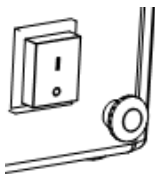
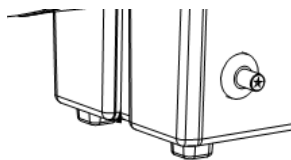

Fig.3
Fig. 4
2. Nacisnąć przycisk zaworu gazu i nacisnąć przycisk zapalniczki piezoelektrycznej, aż zaświeci się płomień. (Fig.3-Fig.4)